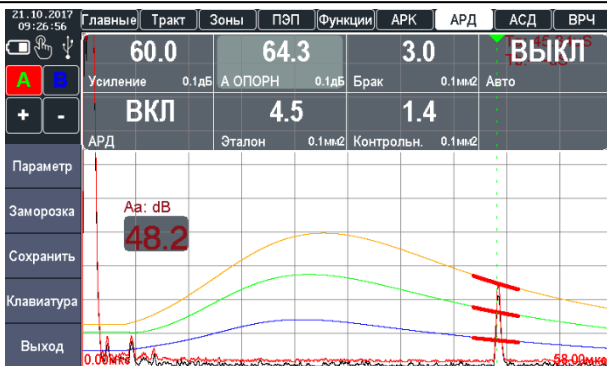

Рисунок 2.53 – Построение АРД диаграммы
6. Включить автоматическое построение АРД диаграммы, для чего в параметре «АВТО» сменить «ВЫКЛ» на «ВКЛ». Прибор автоматически определит амплитуду опорного сигнала. Также амплитуду опорного сигнала можно задать вручную в параметре «А ОПОРН.» (рис. 2.53).